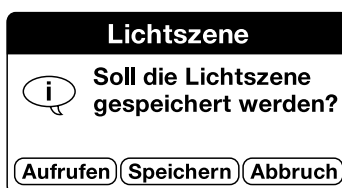

Bild 6: Meldung zum Speichern von Lichtszene
– Einstellung "Ja": Wird das Steuerungselement kürzer als 1 Sekunde betätigt und 'losgelassen', wird ein Lichtszenenabruftelegramm auf den Instabus übertragen. Erfolgt das 'Loslassen' nach 1 Sekunde, erscheint in der Anwendungssoftware am Endgerät die Meldung "Soll die Lichtszene gespeichert werden?" (vgl. Bild 6). Dabei erscheint an der Stelle '[Lichtszene]' der im ETS-PlugIn festgelegte Name.